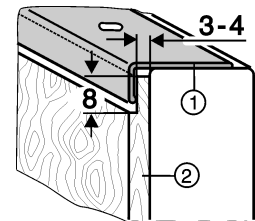

Fig. 10
- ▶ Dickere Dekorplatten Fig. 10 (2) nach Abbildung auf maximal 4 mm Dicke abstimmen.